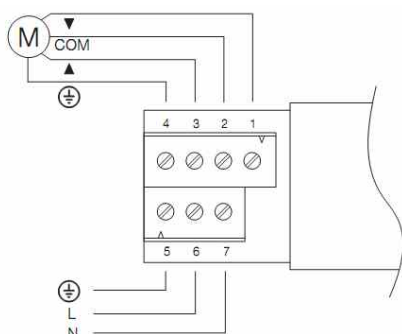

Рис. 4.
5. Подключите кабели к клеммам, как показано на рис. 8, в соответствии со схемой на рис. 4 и соблюдая указания пункта 2.1.
Подключение блока управления к сети электропитания осуществляется через клеммы 5-6-7 (заземление, фаза, нулевой) как показано на **рис. 4**.